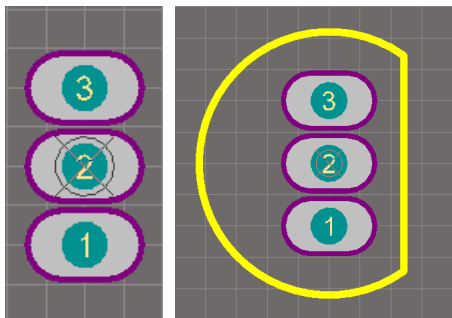

图 18-35 BCY-W3-1 封装
① 执行菜单命令 Place >> Pad [P, P] 或者按下 PCB Lib Placement 工具栏上的  按钮，光标上会附着一个浮动焊盘。按下 Tab 键打开焊盘的属性对话框，在 Sides and Shape 区域选择 Simple 形式的焊盘，该区域的 X-Size、Y-Size 和 Shape 分别设为 70mil、40mil 和 Round；Hole Information 区域的 Hole Size 设为 30mil，形状为 Round。这将创建一个拉长的圆形焊盘。
② 单击 OK 按钮关闭焊盘属性对话框，移动光标到坐标(0, -50)mil 处(坐标值显示在状态栏上)，单击鼠标左键放置好 1 号焊盘，焊盘上显示的数字 1 即为其编号（Designator）。
③ 此时仍然处在放置焊盘状态，并且新焊盘编号自动增加 1。
④ 移动光标到坐标(0, 0) mil 和(0, 50) mil 处分别放置 2 号和 3 号焊盘。
⑤ 单击鼠标右键退出放置状态。放置好的三个焊盘如图 18-35 所示。
(6) 绘制封装外形。
① 单击 Top Overlay 板层标签将当前工作板层切换到 Top Overlay。
② 按下 G 键将栅格大小切换为 1mil。
③ 绘制圆弧。圆弧可以采用两种方法绘制：第一种是图形化的编辑方法，需要单击四次鼠标，分别确定圆心、半径、起始角和终止角，用户可以实时观察到圆弧的形状；第二种是在圆弧属性对话框中编辑圆弧的各种属性值，从而确定圆弧最终形状的方法。本例中由于已经计算出圆弧的各种属性值，采用第二种方法更为简单。
④ 执行菜单命令 Place » Arc (Center) 或者单击 PCB Lib Placement 工具栏上的  按钮，进入放置圆弧状态。按下 Tab 键，打开圆弧属性对话框，输入如下属性值：Width=6mil, Start Angle=55, End Angle=305, Radius=105mil, 单击 OK 按钮关闭对话框。移动光标到原点，连续单击鼠标左键四次即可完成圆弧的放置。
⑤ 此时仍然处在放置圆弧状态，单击鼠标右键退出。
⑥ 绘制直线。执行菜单命令 Place » Line 或者单击 PCB Lib Placement 工具栏上的  按钮，进入放置直线状态。按下 Tab 键，在打开的直线属性对话框中将 Line Width 栏位设为 6mil, 用该直线连接圆弧的两个端点。最终完成的封装如图 18-35 所示。